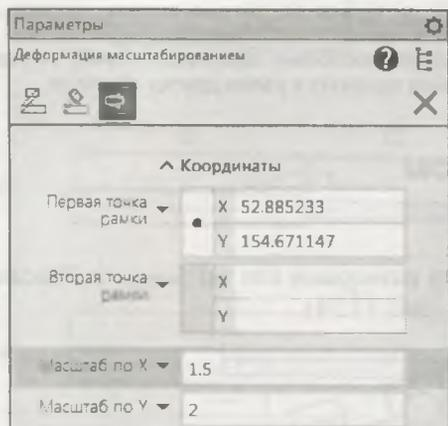

Рис. 11.25. Панель **Параметры: Деформация масштабированием**
- ◆ вызовите команду **Деформация масштабированием**. На панели **Параметры: Масштабирование** (рис. 11.25) в разделе **Координаты** имеются поля для ввода координат первой и второй рамок и масштаба по осям X и Y ;